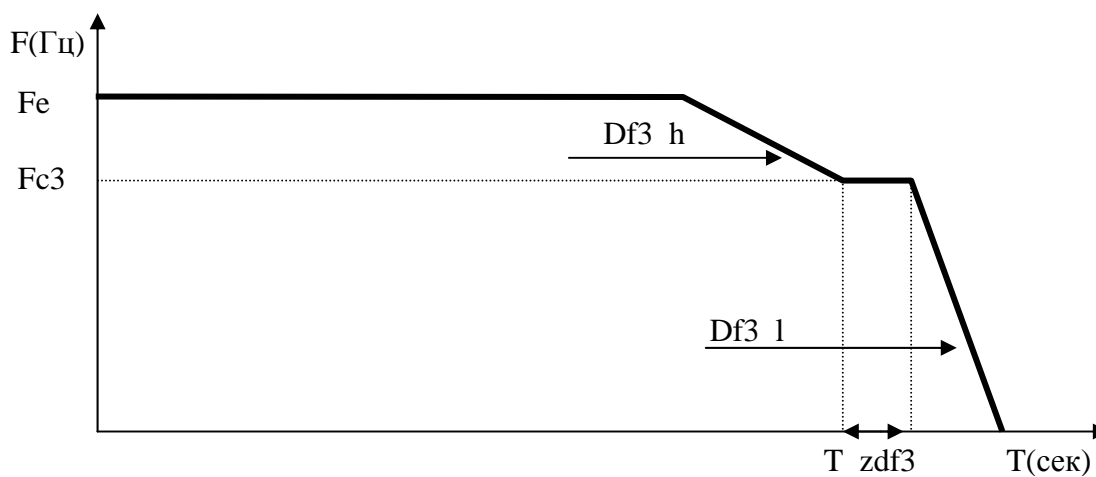

Рис. 7. Диаграмма работы БУАД-7-10 при подаче двух направлений
3.9.5.1. Если подано одновременно два направления вращения ( $ОД, ЗД = 1, 1$ ), выходная частота *Устройства* также начинает уменьшаться (**рис. 7**).